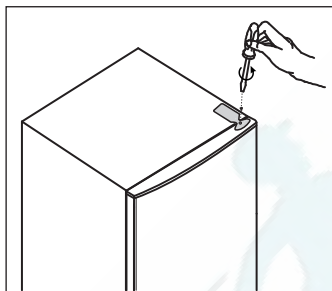

Рисунок 1.
**1** - Открутите винт, фиксирующий заглушку верхнего шарнира и снимите ее (Рис. 1).